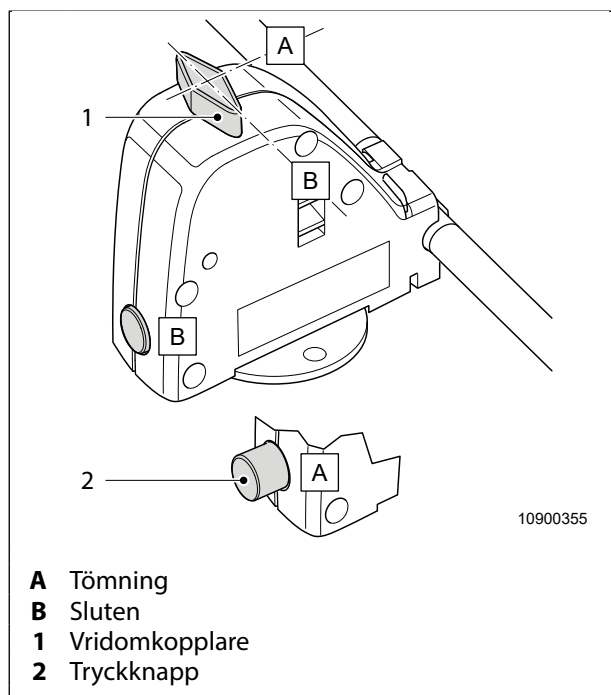

Fig. 61 Truma FrostControl varmvattenberedare
3. Vrid vridställaren (Fig. 61, pos. 1) från läge B "Stängt" 90° tills den hakar in i läge A "Tömning". Tryckknappen (Fig. 61, pos. 2) åker ut.
1. Vrid vridreglaget (Fig. 61, pos. 1) från läge A "Tömning" 90° tills det hakar fast i läge B "Stängt".
2. Tryck in tryckknappen (Fig. 61, pos. 2).